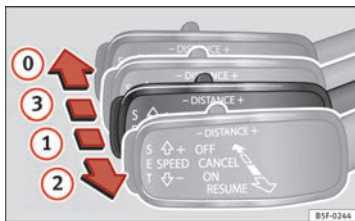

Fig. 134 A la izquierda de la columna de la dirección: Tercera palanca para manejar el control de crucero adaptativo.
Es posible activar el ACC de nuevo tirando de la palanca hasta la posición ② ⇒ fig. 134.